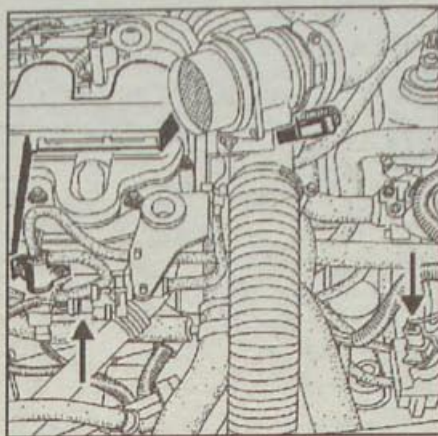

Рис. 4.23. Расположение разъемов и клапана управления регулятором давления турбокомпрессора
- Отсоедините разъем проводов от держателя на полке под аккумуляторную батарею и держателя электромагнитного клапана управления регулятором давления турбокомпрессора (рис. 4.23).